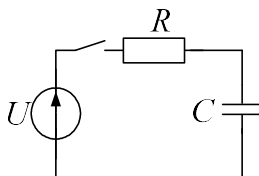

Рис. 5.1. Схема для заряда емкости
2. На рис. 5.1 показана электрическая цепь, состоящая из последовательно соединенных резистора  $R$  и конденсатора  $C$ . Конденсатор заряжается от источника с напряжением  $U$ .